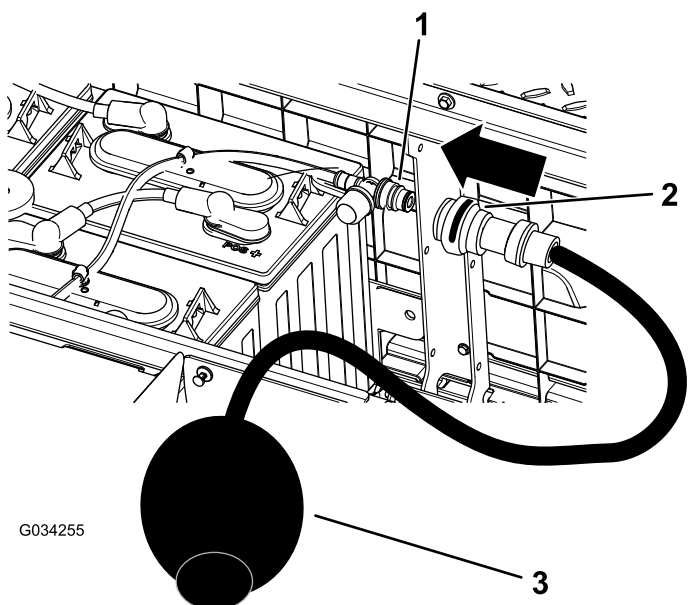

Figure 41
- Branchez la pompe à eau manuelle Toro à l'orifice de remplissage d'eau (Figure 41).